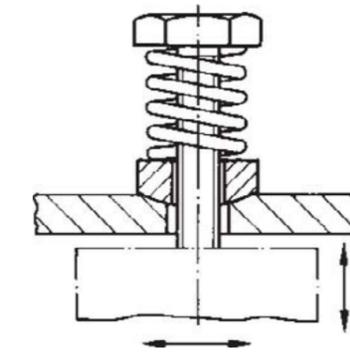

Fig. 2: Montaggio ideale per gruppi di elettromagneti
b) Ad ogni elettromagnete deve essere montata una molla in modo da smorzare l'accelerazione lungo la corsa e non avere importanti differenze di carico tra i vari elettromagneti a causa delle irregolarità superficiali (Fig. 2).